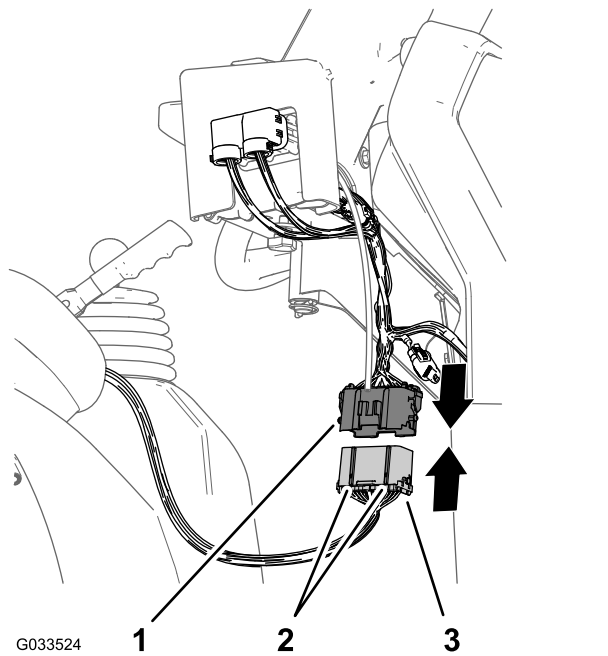

Figura 23
1. Allineate le 2 chiavi del connettore a 38 pin del cablaggio preassemblato posteriore dell'irroratrice con le 2 scanalature del connettore a 38 prese del cablaggio preassemblato anteriore collegato al quadro di comando (**Figura 23**).
2. Collegate il connettore del cablaggio preassemblato posteriore al connettore del cablaggio preassemblato anteriore, fino a quando i fermi dei connettori non scattano saldamente insieme (**Figura 23**).